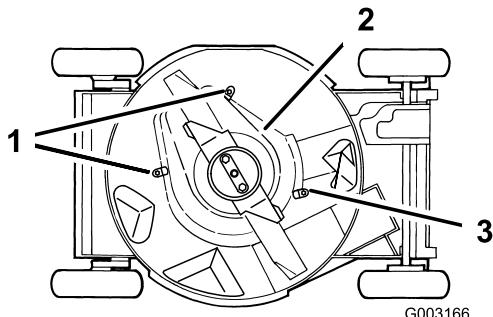

Figura 40
- Afloje las pestanas que fijan el protector del embrague del freno de la cuchilla a la plataforma, aflojando las tuercas o los pernos de las pestanas (Figura 40). Gire las pestanas 180° para que no estorben.